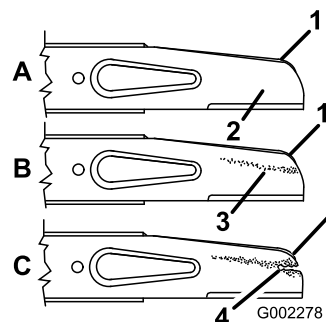

Figure 25
2. Retirez les écrous, l'accélérateur et la lame (Figure 25).